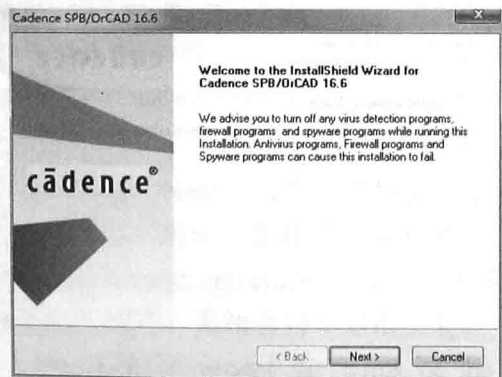
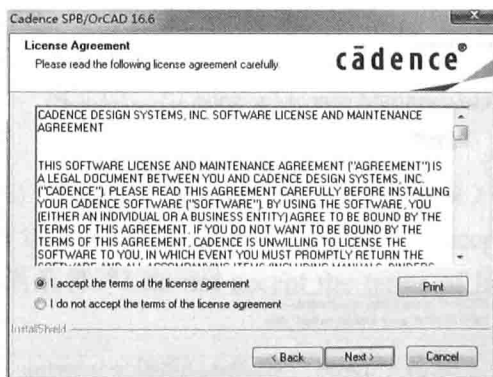

图 1.2.12 “Welcome to the InstallShield Wizard for Cadence SPB/OrCAD 16.6”对话框
图 1.2.13 “License Agreement”对话框
(7) 稍等片刻, 出现“Welcome to the InstallShield Wizard for Cadence SPB/OrCAD 16.6”对话框, 如图 1.2.12 所示。单击“Next”按钮, 出现“License Agreement”对话框, 选中“I accept the terms of the license agreement”选项, 如图 1.2.13 所示。